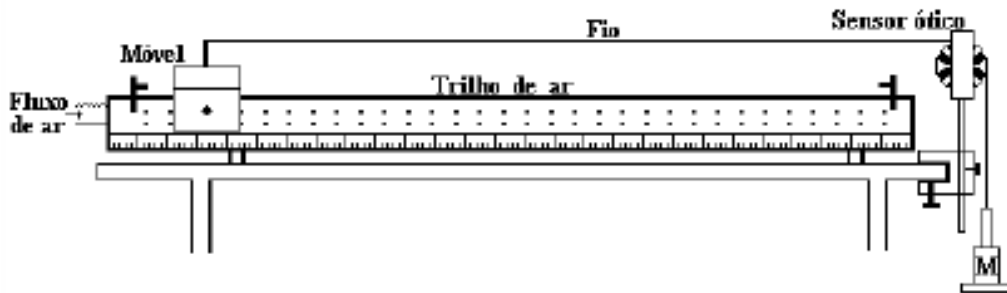

Figura 1 – Esquema da montagem experimental
A figura 1 mostra o arranjo experimental. O carro está ligado ao suporte de massas por um fio. Este fio tem massa desprezível e passa por uma roldana com dispositivo eletrônico de medida de tempo. A leitura eletrônica de tempo é feita da seguinte maneira: a roldana é composta por dez setores vazados e dez cheios de mesmo tamanho. Através da medida do intervalo de tempo entre dois setores pode-se determinar o correspondente deslocamento linear do corpo. Portanto, nesta prática se obtém, para
5.2.1 Observe a montagem de acordo com a figura 1.